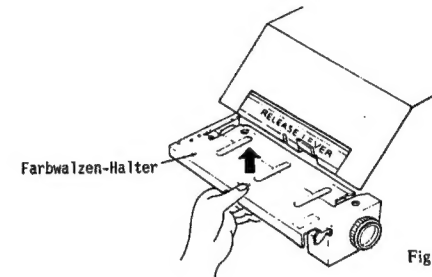

Fig. 6
2. Farbwalzenhalter an der Vorderkante leicht anheben und dann herausziehen (Abb.6).